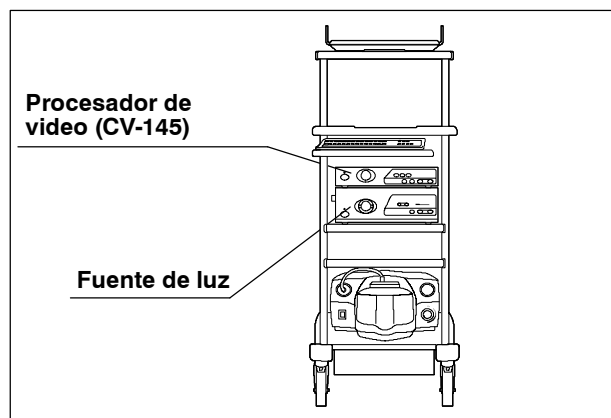

Figura 3.3
7. Coloque la fuente de luz en el trolley, de forma que las patas encajen en los soportes (ver figura 3.3).